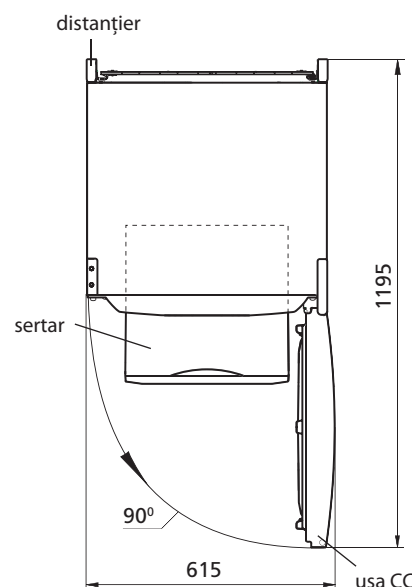

Figura 2 — Frigider (vedere de sus)
**1.3** Spațiul total necesar pentru funcționarea frigiderului se determină de dimensiunile de gabarit, indicate în milimetri în figura 2. Pentru extragerea liberă a componentelor din frigider este necesar de deschis ușa la unghiul nu mai mic de 90°.